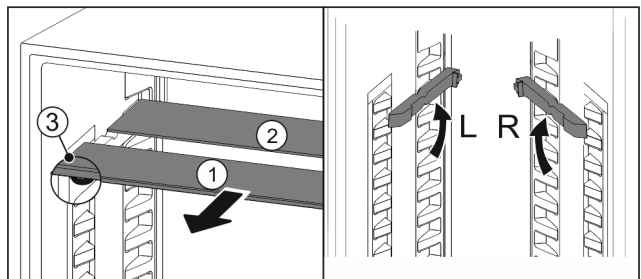

Fig. 127
- Sortir les tablettes par l'avant Fig. 127 (1).
- La tablette en verre Fig. 127 (1) avec bordure décorative est située à l'avant.
- Les butées Fig. 127 (3) sont orientées vers le bas.